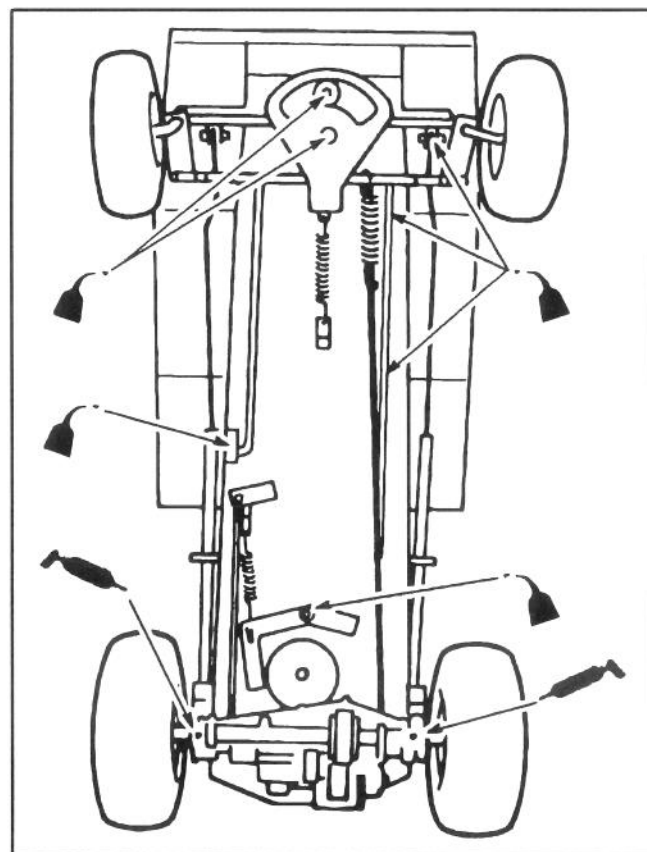
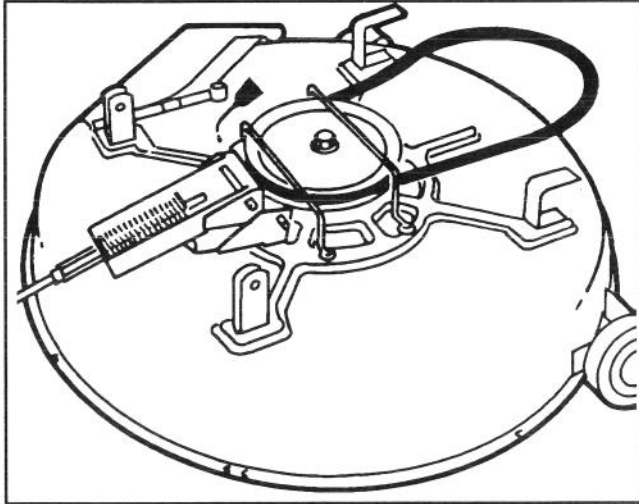

Figure 13
Figure 14
4. Graisser les essieux arrière avec une ou deux giclées de graisse universelle N°. 2. Les graisseurs se trouvent juste à l'intérieur des pneus arrière, au bas de la transmission (Fig. 13).
7. Graisser les points de pivotement de la direction, la transmission, les freins, l'embrayage et la tringlerie d'embrayage de l'unité de coupe avec une huile légère (Fig. 13). Graisser également le carter de la tondeuse (Fig. 14). Essuyer tout excès d'huile.